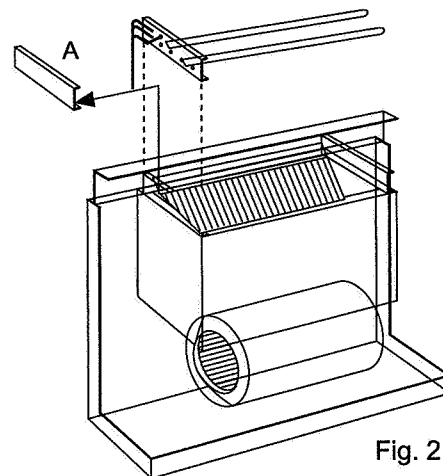

Fig. 2
- 2.- Remove the distance profile "A". (Fig. 2).